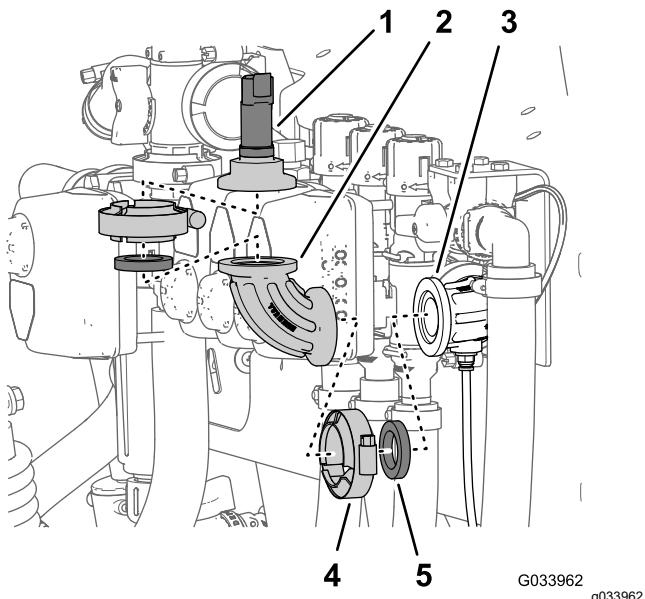

Figure 26
- Retirez le collier à bride qui fixe le transducteur de pression au raccord à 90° et déposez le transducteur, le joint et le collier à bride (Figure 26).
3. Retirez le collier à bride qui fixe le raccord à 90° au raccord à 90° doté d'un connecteur pour le tube de détection, et déposez le raccord à 90°, le joint et le collier à bride (Figure 26).